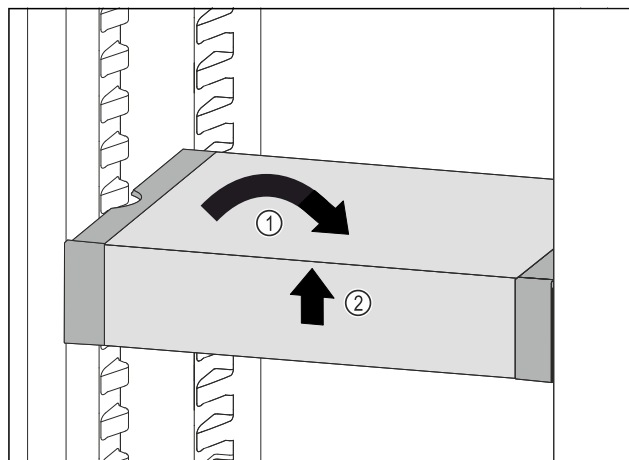

Fig. 49
- ▶ VarioSafe ustawić prosto. Fig. 49 (1)
- ▶ VarioSafe unieść z przodu. Fig. 49 (2)